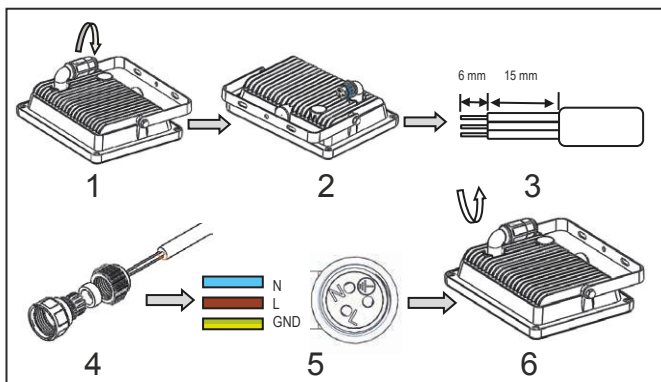

Fig.17: Installation fixe
2. Ouvrir en tournant dans le sens antihoraire jusqu'à ce que le bloc de connexion tel que représenté sur la figure 17 - 2, le manchon de raccordement.
3. Bande comme le montre la figure 17 - 3, le câble mappé troisième.
4. Faire glisser sur la figure 17 - 4 parties du manchon d'accouplement sur les câbles présentés.
5. Visser le cordon d'alimentation comme représenté sur la Figure 17 - 5 tournevis permanent.
6. Fermer le fil de raccordement en tournant dans le sens horaire, comme représenté sur la figure 17 - 6.